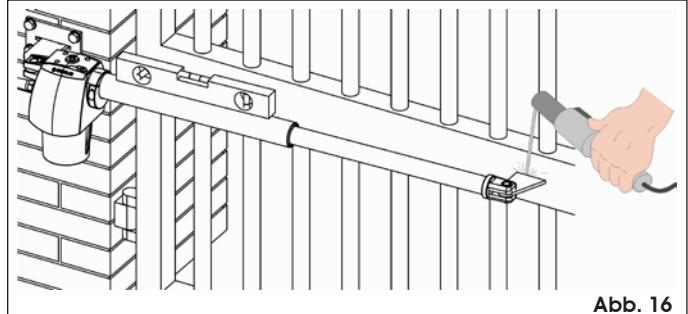

Abb. 16
9. Das Rohr des Antriebs so an den Flügel anlegen, dass es am vorderen Bügel des Flügels aufliegt (Abb. 16).
10. Mit einer Wasserwaage sicherstellen, dass der Antrieb perfekt waagrecht ist und den vorderen Bügel mit zwei Schweißpunkten provisorisch befestigen (Abb. 16.).